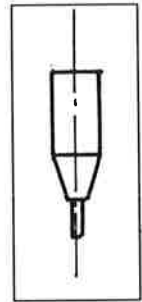

Figure 4
4. Peindre les cadres des fenêtres de portes latérales en brun (bois vernis). Pour mener à bien cette opération j'utilise un ustensile que l'on peut trouver dans les magasins de matériel artistique (Schleiper par exemple). C'est le principe du Rotring, mais sans aiguille intérieure (voir fig.4). Comme il existe différents calibres, on peut également utiliser cet appareil avec succès pour faire toutes les lignes que l'on trouve actuellement sur les voitures.